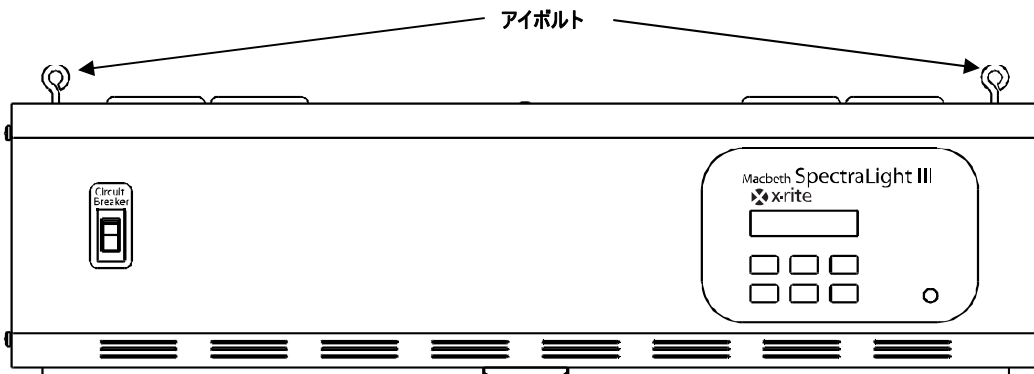

図 9 オーバーヘッド光源装置
2. アクセサリ袋からアイボルト（シングル光源装置には 4 つ、デュアル光源装置には 8 つ）を取り出し、本体上部の溶接ねじにはめ込みます。（図 9 参照）